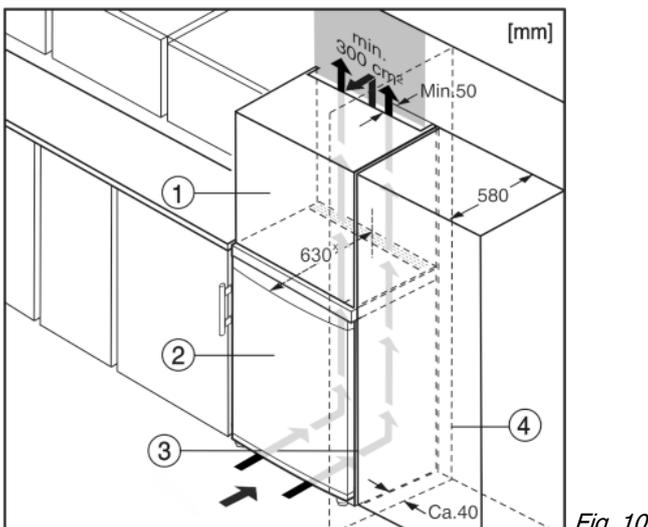

Fig. 10
L'apparecchio può essere incassato nell'arredamento per la cucina. Per adattare l'apparecchio Fig. 10 (2) all'altezza della cucina componibile, è possibile applicare sopra l'apparecchio un adeguato mobile da appoggio Fig. 10 (1).
Se la cucina possiede armarios (profundidad máx. 580 mm), el aparato se puede colocar directamente junto al armario de cocina Fig. 10 (3). El aparato sobresale 34 mm^x por los lados y 50 mm^x en el centro del aparato respecto al frente del armario de cocina.
Se l'apparecchio con cerniere viene installato accanto ad una parete Fig. 10 (4), la distanza minima fra l'apparecchio e la parete deve essere almeno di 40 mm, che corrisponde alla sporgenza della maniglia con la porta aperta.